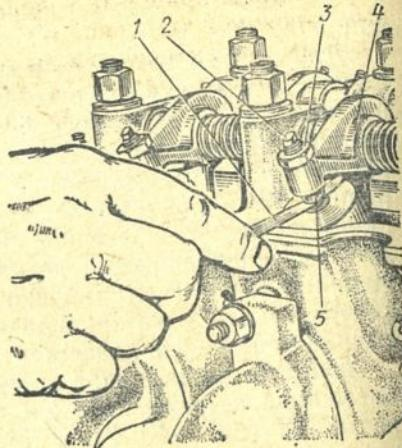
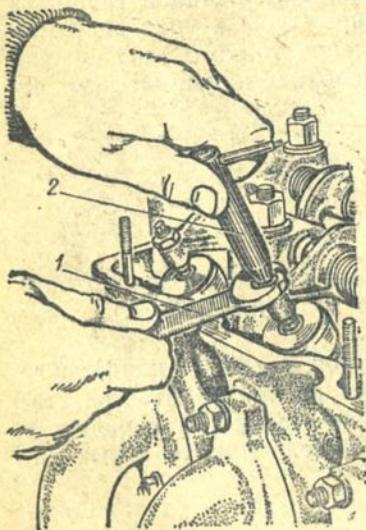

Рис. 36. Проверка зазора между торцами наконечника нажимного болта коромысла и стержня клапана:
Рис. 37. Регулировка зазора между торцами наконечника и стержня клапана:
3. Проверьте плоским щупом 1 (рис. 36) зазоры между торцами наконечников 5 и стержней клапанов первого цилиндра.
4. Отрегулируйте зазоры между торцами наконечников (рис. 37) и стержнями клапанов. Для этого гаечным ключом 1 (см. рис. 37) немного отверните контргайку 3 (см. рис. 36) нажимного болта 2
коромысла и вращайте головку этого болта специальным торцовым ключом 2 (см. рис. 37) до получения требуемого зазора (0,15 мм для впускного и выпускного клапанов).